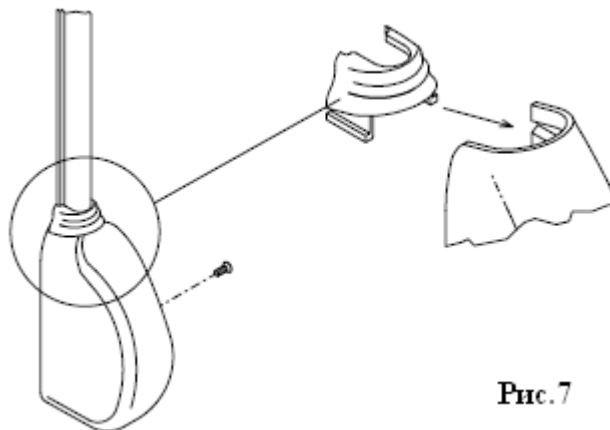

Рис. 7
- Установите колпаки тяг (**СВ** и **СН**) и корпуса ригелей. Убедитесь в правильности размещения верхних и нижних муфтовых соединителей, поставляемых вместе с изделием (Рис. 7). Закрепите винтами **М3**, которые входят в комплект.